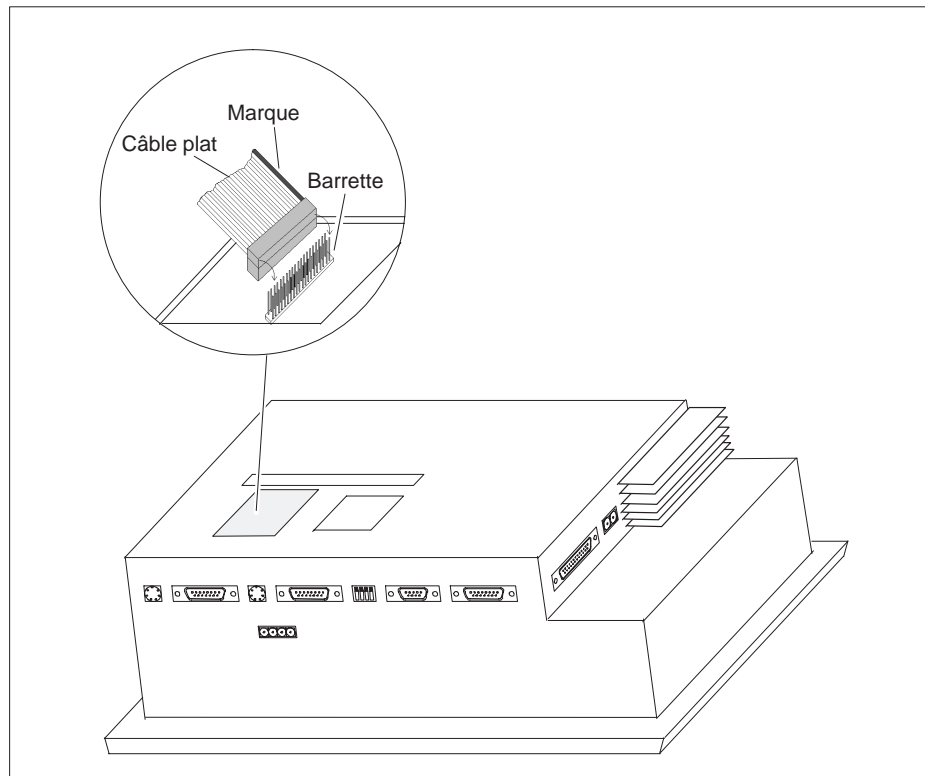

Figure 17-6 Connexion de la Control Panel Interface (exemple du TP37)
3. Enfichez le connecteur du câble plat du CPI sur la barrette du Touch Panel, de sorte que le côté marqué en couleur du câble plat soit dirigé vers le centre de l'appareil (représenté sur le TP37 pris comme exemple dans la figure 17-6).